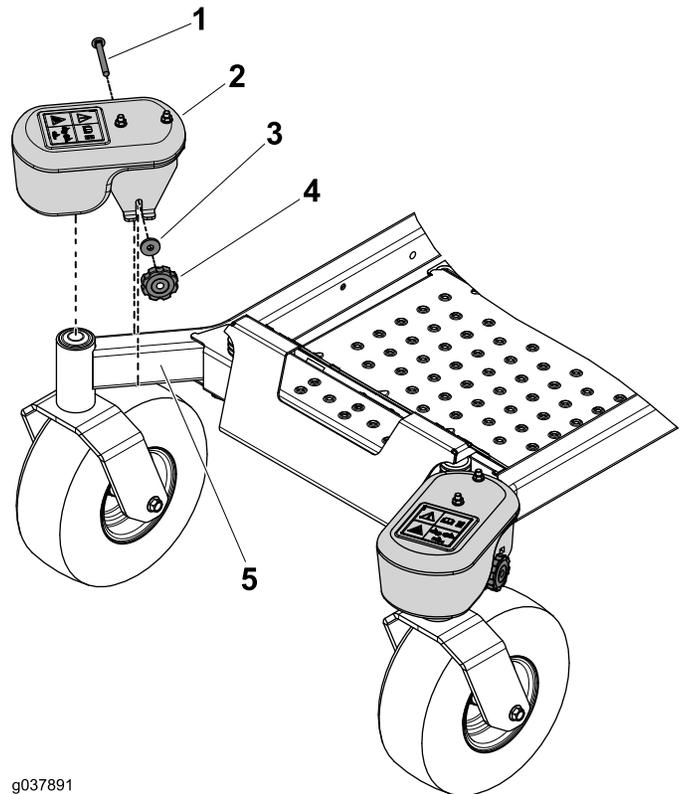

Figura 9
- Utilice el pomo, la arandela y el perno de cuello cuadrado ($\frac{3}{8}$ " x $3\frac{1}{2}$ ") para sujetar un peso al brazo de cada rueda giratoria (Figura 9).